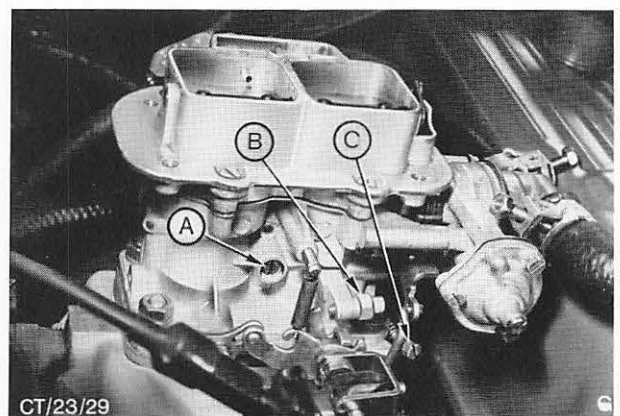

Abb. 57 B-Vergaser (Weber-Register-Vergaser mit Leerlauf-Umgemischsystem, Ansicht von hinten)
b) CO-Prüfgerät und Drehzahlmesser gemäß Herstelleranweisung am Motor anschließen. Leerlauf-Umgemisch-Einstellschraube A in Abb. 57 ganz eindrehen, dann 1 Umdrehung heraus-schrauben.
d) Innerhalb 10 bis 30 Sekunden, nachdem sich die Anzeigen stabilisiert haben, vorgeschriebenen CO%-Wert an der Gemischregulierschraube C (Abb. 57) sowie vorgeschriebene Leerlaufdrehzahl an der Leerlauf-Umgemisch-Einstellschraube A (Abb. 57) einstellen (siehe Technische Daten). Dauert die Einstellung länger als 30 Sekunden, müssen die Anzeigen der Prüfgeräte gemäß obigem Vorgang erneut stabilisiert werden.
b) Leerlauf-Umgemisch-Einstellschraube A in Abb. 57 völlig eindrehen.
c) Schutzkappe von Grundleerlauf-Einstellschraube B in Abb. 57 entfernen. Gemischregulierschraube C und Grundleerlauf-Einstellschraube B so justieren, daß bei einer um 100/min niedrigeren Drehzahl als der vorgeschriebenen Leerlaufdrehzahl der vorgeschriebene CO%-Wert angezeigt wird. Siehe Technische Daten. Schutzkappe aufsetzen.